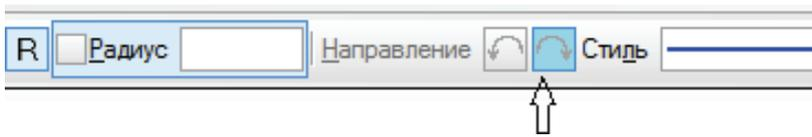

Рис. 1.7
- Укажите мышью начальную (•)7. В строке **Направление** на **Панели свойств** выберите стрелку вправо (рис. 1.7).